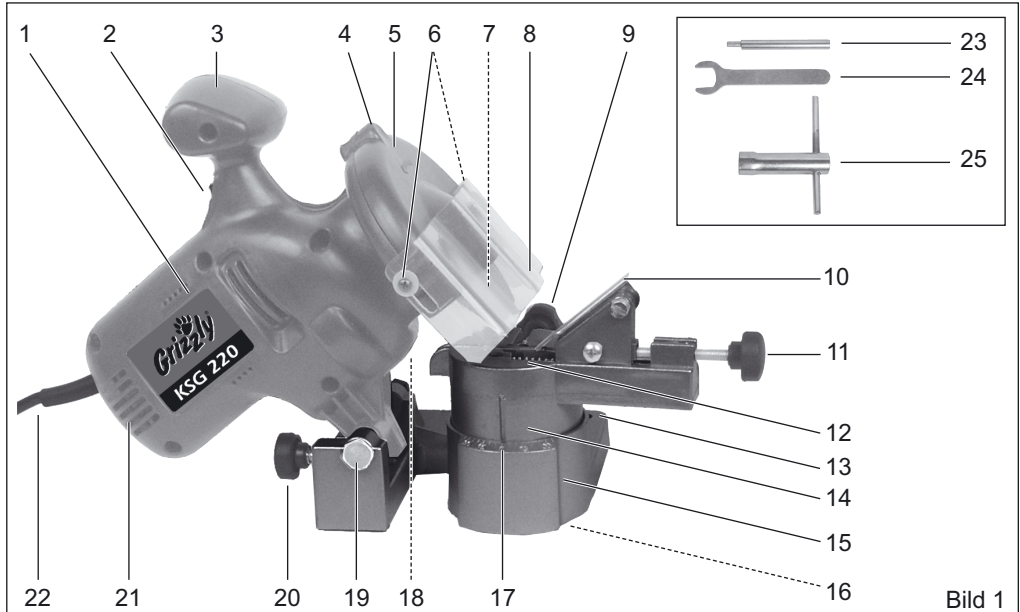

Bild 1
Packen Sie das Gerät aus und kontrollieren Sie, ob es vollständig ist (siehe „Übersicht“, Bild 1)
1. Lösen Sie die Befestigungsschrauben für die Sichtschuttscheibe (siehe Bild 1, Nr. 6).
2. Stellen Sie die Sichtschuttscheibe (siehe Bild 1, Nr. 8) so ein, dass der Abstand zur Schleifscheibe nicht mehr als 2mm beträgt.
Achten Sie darauf, dass die Spannung des Netzanschlusses mit dem Typenschild am Gerät übereinstimmt. Achten Sie darauf, dass der Ein-/Aus- schalter (siehe Bild 1 Nr. 2) ausgeschaltet ist (Stellung „0“), wenn Sie den Netzstecker in die Steckdose stecken.
1. Zum Einschalten drücken Sie den Ein-/Ausschalter (Stellung „I“), das Gerät läuft an (siehe Bild 1 Nr. 2).
2. Zum Ausschalten drücken Sie den Ein-/Ausschalter (Stellung „0“), das Gerät schaltet ab (siehe Bild 1 Nr. 2).
i Verwenden Sie zum Wechseln der Schleifscheibe die im Lieferumfang enthaltenen Werkzeuge (siehe Bild 1 Nr. 23 + Nr. 24 + Nr. 25)